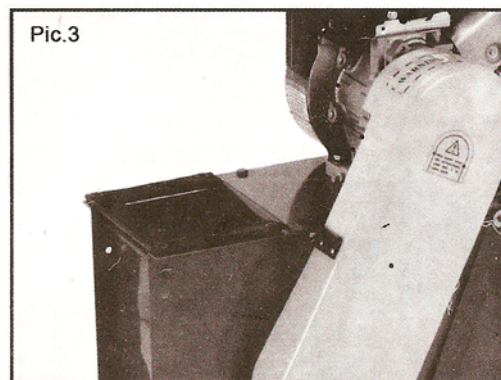

Рис. 3 Размещение уплотняющей прокладки бункера
3. Установите веткоизмельчающую машину вертикально и поместите уплотняющую прокладку бункера вокруг жёлоба, как показано на **Рис. 3**.